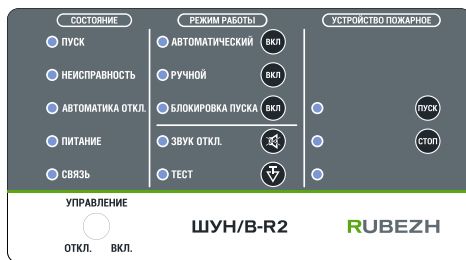

Рисунок 4 – Панель управления ШУ
1.5.8 На лицевой стороне ШУ расположены индикаторы и органы управления с защитой от несанкционированного доступа. Все индикаторы и органы управления разделены на три группы – СОСТОЯНИЕ, РЕЖИМ РАБОТЫ и УСТРОЙСТВО ПОЖАРНОЕ (рисунок 4).